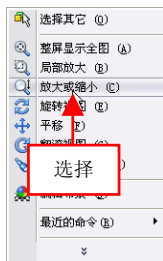

图 1-26 选择【放大或缩小】选项
(2) 在绘图区中单击鼠标右键，在弹出的快捷菜单中选择【放大或缩小】选项，如图 1-26 所示。